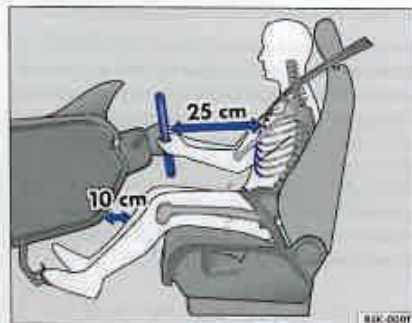

Fig. 1 Distanța conducătorului auto față de volan trebuie să fie de cel puțin 25 cm.
- Reglați astfel scaunul conducătorului auto încât distanța dintre centrul volanului și torace să fie de cel puțin 25 cm → pagina 4, fig. 1".
- Reglați scaunul astfel încât între torace și centrul volanului să existe o distanță de cel puțin 25 cm → pagina 4, fig. 1". Dacă vă aflați la o distanță mai mică de 25 cm, sistemul airbag nu va mai oferi protecția necesară.
- Reglați astfel scaunul conducătorului, încât distanța dintre bord și zona genunchilor să fie de cel puțin 10 cm → pagina 4, fig. 1". Dacă nu se respectă această distanță, sistemul airbag pentru genunchi nu își poate exercita eficiența maximă - pericol de moarte!